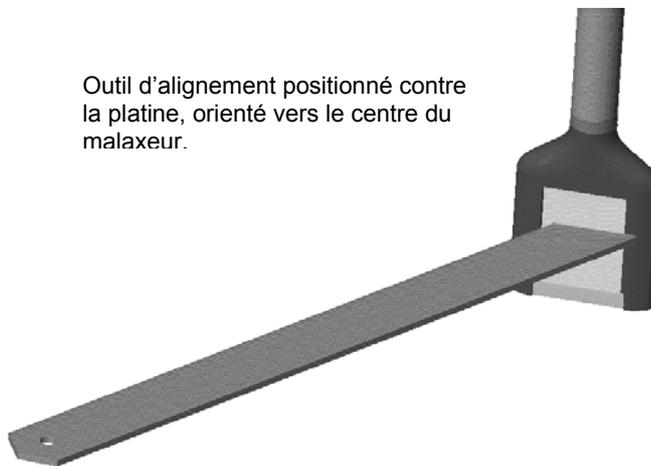

Figure 10 – L'outil Hydronix d'alignement de l'angle, pour aligner la platine de détection
- Un angle de 55° fournit le plus souvent de bons résultats. Utiliser l'outil d'alignement d'angle fourni pour régler l'angle (voir la Figure 10)